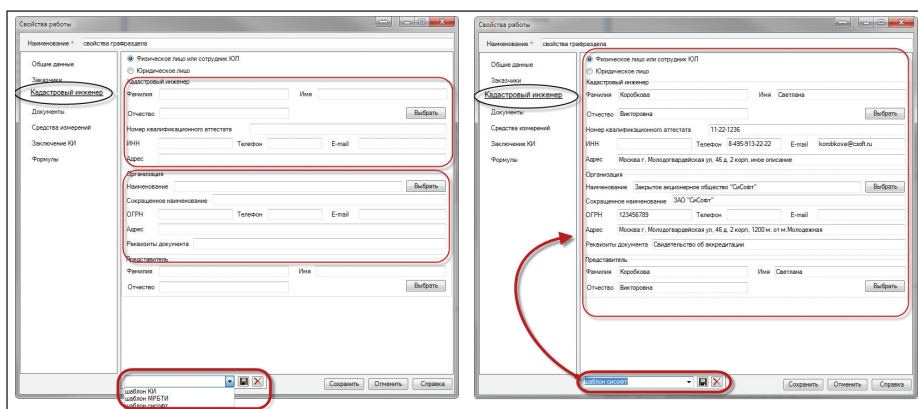

Рис. 1. Заполнение сведений о кадастровом инженерере с помощью шаблонов
■ заключение кадастрового инженера. Если учесть, что некоторые сведения постоянны и повторяются в неизменном виде в каждой кадастровой работе, будет нелишним вносить их автоматически. Поэтому в PlanTracer такая возможность и появилась — в виде шаблонов. Теперь, единожды заполнив все необходимые поля, нужно только сохранить эти сведения как шаблон. При очередном заполнении свойств кадастровой работы (например, относящихся к разделу "Сведения о кадастровом инженерере") вы просто выбираете из списка сохраненный шаблон, и все поля мгновенно заполняются данными (рис. 1).